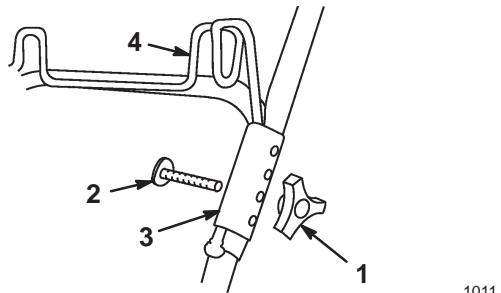

Figure 11
3. Retirer le sac du porte-sac. Retirer le(s) bouton(s) et le(s) boulon(s) de fixation des colliers du porte-sac au mancheron (Fig. 11). Les colliers du porte-sac présentent quatre trous de réglage.